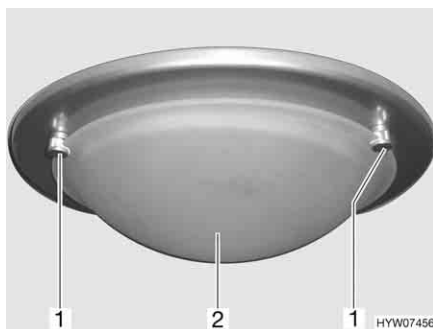

Fig. 152 Lampada a soffitto (rotonda)
- Girare di lato uno dei tre bloccaggi sulla lampada a soffitto (Fig. 152,1).
- Rimuovere la copertura della lampada (Fig. 152,2).